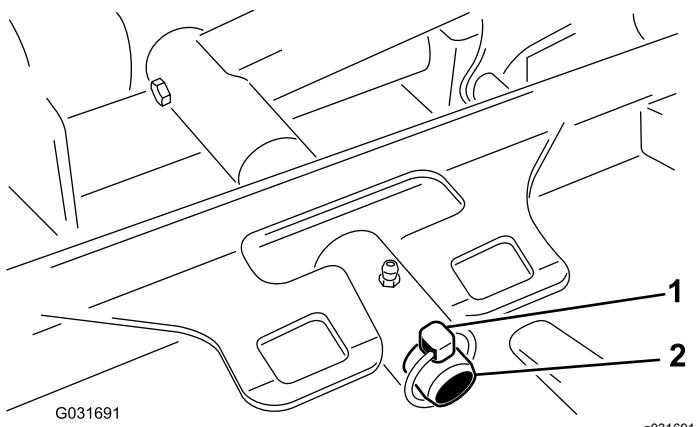

Рисунок 96
- Извлеките шплинт, который крепит несущую раму деки к оси поворота подъемного рычага (Рисунок 96).
- Наденьте несущую раму деки на ось поворота подъемного рычага и закрепите ее при помощи шплинта с кольцом (Рисунок 96).